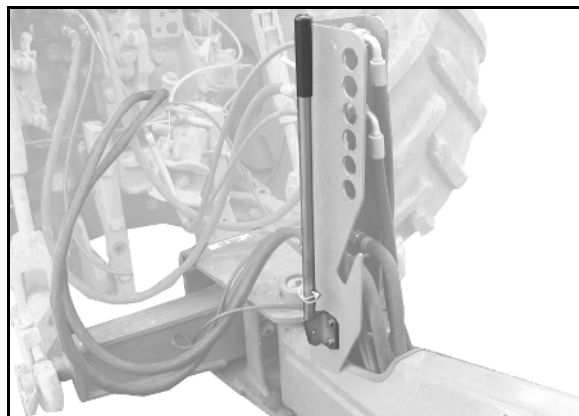

Fig. 57
1. Retirar la palanca de mano de la posición de estacionamiento (Fig. 57) entnehmen.